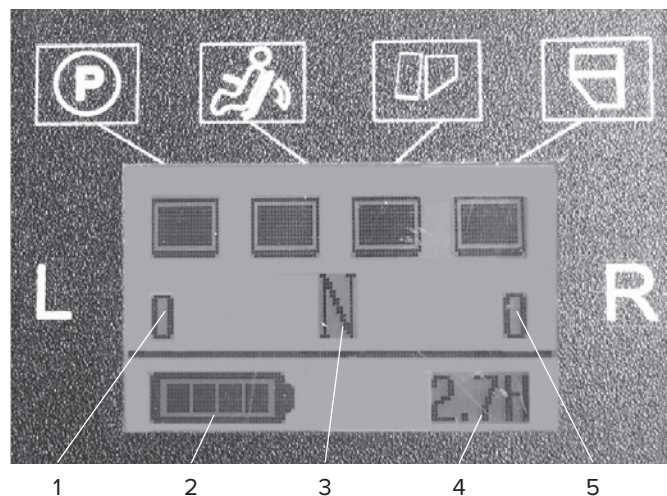

Рис. 5
- Ключ повернут в положение **ВЫКЛ** (рис. 5).